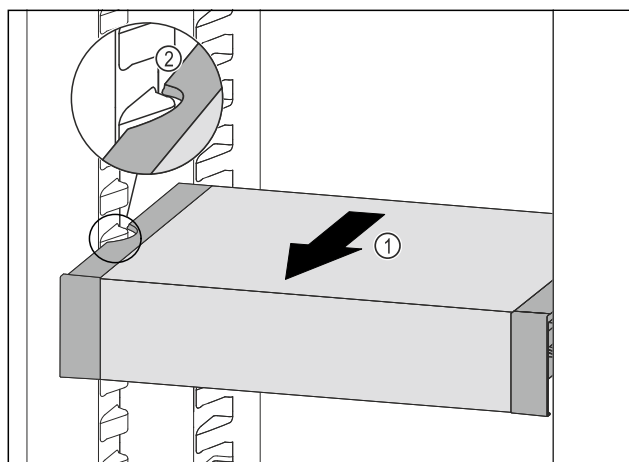

Fig. 111
- ▶ Húzza előrefelé a VarioSafe fiókot annyira Fig. 111 (1), hogy a VarioSafe oldalsó kivágásai a hűtőrészben a tartóborda magasságában legyenek. Fig. 111 (2)